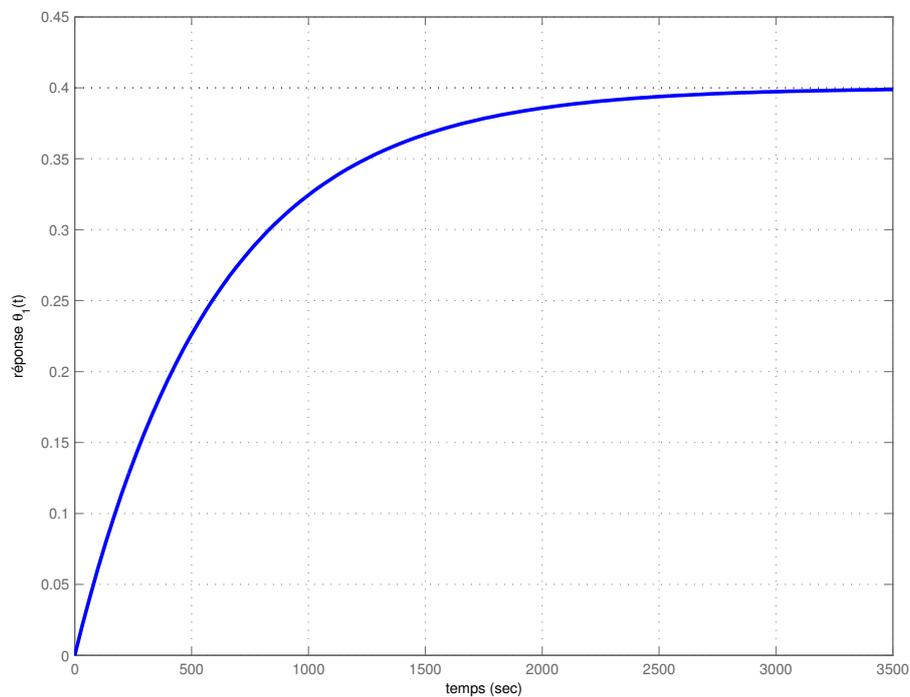

FIGURE 1.2 – Réponse $\theta_1(t)$ à un échelon d'amplitude 0.1 volt
- une variation de type échelon de 0.1 volt sur l'entrée $u_1(t)$ a conduit à l'évolution de la température $\theta_1(t)$ représentée sur la figure 1.2 ;